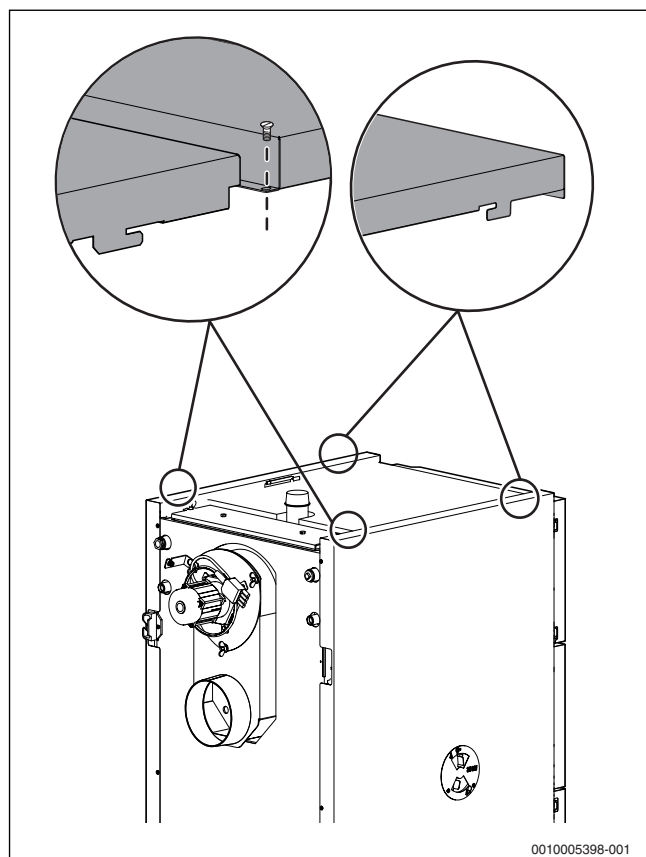

Fig. 5 Scoaterea capacului cazanului
- ▶ Desfaceți șuruburile capacului cazanului (→ Fig. 5).